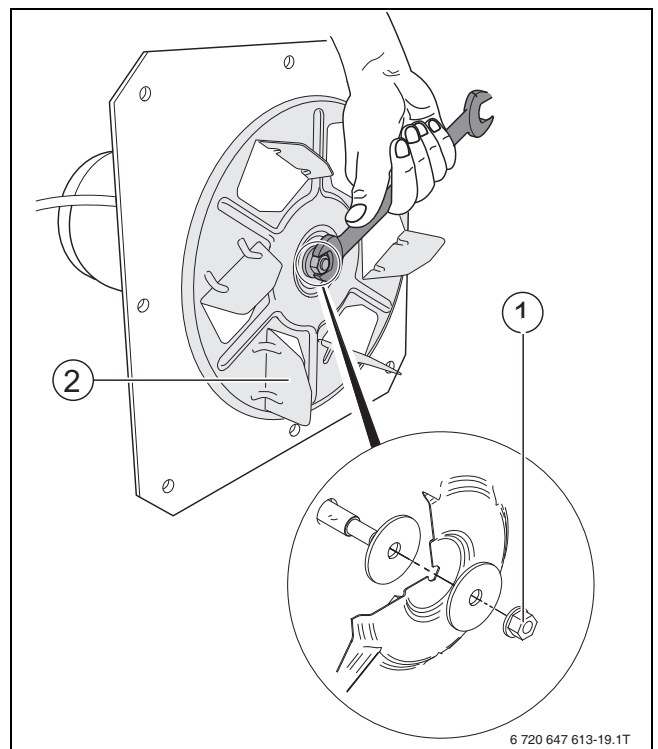

Рис. 25 Проверка посадки крыльчатки вентилятора
- ▶ Проверьте посадку крыльчатки (→ рис. 25, [2]) и при необходимости подтяните центральную гайку (→ рис. 25, [1]) 10-миллиметровым гаечным ключом (**левая резьба**). Центральная гайка затягивается вращением влево.